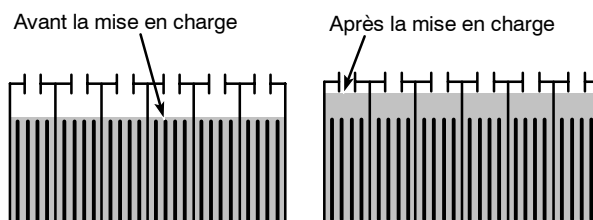

FIG. 63
1. Contrôlez fréquemment le niveau de liquide des batteries afin d'éviter l'endommagement des batteries. Le liquide doit se trouver au niveau illustré (Figure 63). Ajoutez de l'eau distillée si nécessaire. **NE REMPLISSEZ PAS TROP**, le fluide va augmenter de volume et risque de déborder lors de la mise en charge.